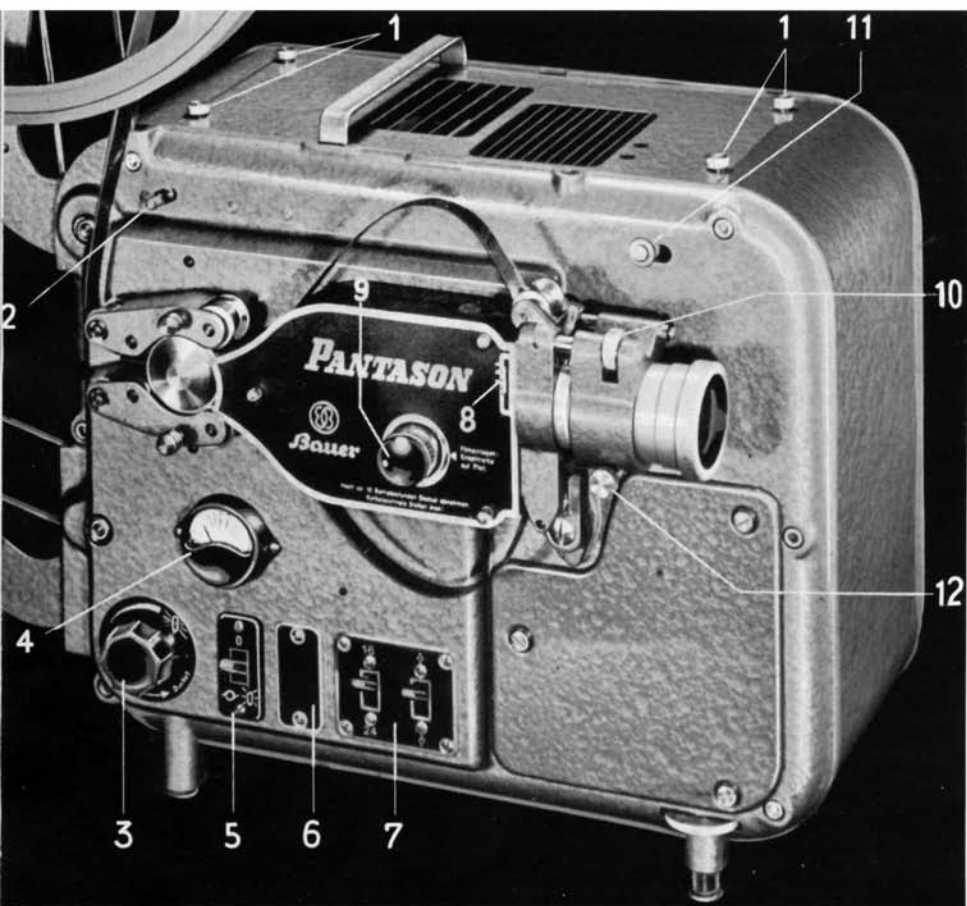

Abb. 2: Bedienungseite des Projektors.
4. Einstellen der für die Vorführung der Filme erforderlichen Bildgeschwindigkeit. — Ältere Filme sind mitunter mit 16, neuere Filme meist mit 24 Bildern/sek. aufgenommen. — Falls man sich in der Wahl der Vorführungsgeschwindigkeit getäuscht haben sollte, kann der mit „16“ und „24“ markierte Schalter (Abb. 2/7) unbesorgt und ohne Schaden für den Film während des Filmablaufs umgelegt werden.
Abrollen die Spule im Sinne des Uhrzeigers dreht. Der Film darf nirgends geschränkt oder verklemmt werden. Vor und nach dem Filmkanal (am Bildfenster) müssen Schleifen gebildet werden. Die Türe am Filmkanal wird durch Verschieben des Verriegelungsknopfs (Abb. 2/11) nach rechts geöffnet und durch Hochklappen des Objektivhalters geschlossen.
1. Drehknopf des Lampenregulierwiderstands (Abb. 2/3) ganz nach links (bis zum Anschlag) drehen.
2. Hauptschalter (Abb. 2/5) für den Projektor einschalten.
5. Sofern notwendig, d. h. wenn das Projektionsbild nicht einwandfrei im Bildfensterrahmen steht, Bildstrich an dem rechts oben am Greiferkasten befindlichen gezahnten Schieber (Abb. 2/8) nachstellen.
Vor dem Abbau des Geräts wird zuerst der Schalter ausgeschaltet, dann der Stecker aus der Steckdose gezogen, und schließlich werden die Spulenarme wieder eingeschwenkt. Vor dem Einschwenken des oberen Spulenarms muß der Rastknopf (Abb. 2/2) nach rechts oben gedrückt werden. Dadurch wird die Verriegelung des Arms gelöst.